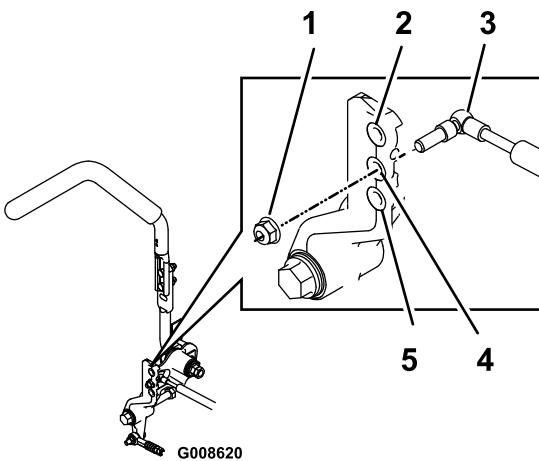

**Figura 78**
7. Ponga las palancas de control de movimiento en la posición de punto muerto. Ajuste la longitud de las varillas de control de las bombas girando las tuercas dobles de la varilla en el sentido apropiado, hasta que las ruedas se muevan ligeramente en marcha atrás (Figura 78). Mueva las palancas de control de movimiento a la posición de marcha atrás y, aplicando una ligera presión a la palanca, deje que los muelles de marcha atrás devuelvan las palancas a punto muerto. Las ruedas deben dejar de girar o moverse muy lentamente en marcha atrás.